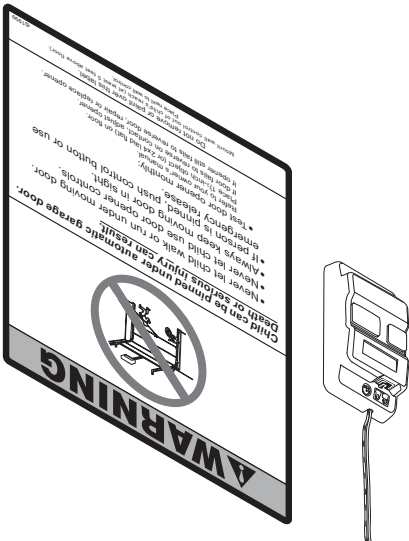

FIG. 3-5 Montaje de la etiqueta de advertencia de Atrapamiento
- Quite la forro protector de la etiqueta de advertencia de "Atrapamiento" **(Fig. 3-5).** Esta etiqueta está localizada en el centro de este manual.